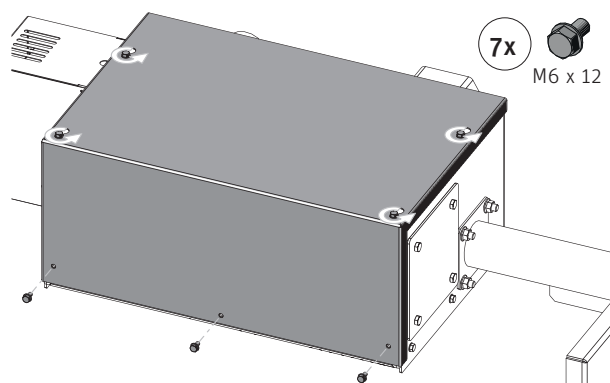

Fig. 125
- ▶ Montare la copertura del contenitore di raccolta con 7 viti M6 x 12 – Fig. 125.